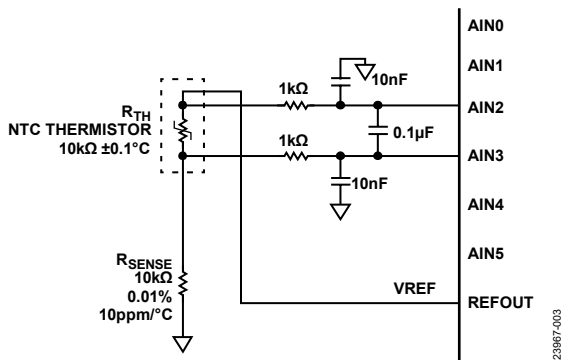

図 3. 10kΩ NTC サーミスタのアナログ入力構成
NTC サーミスタを AD7124-4/AD7124-8 に接続する場合の構成を図 3 に示します。NTC サーミスタの 2 本のリードを、それぞれ AIN2 ピンと AIN3 ピンに接続します。一定した励起電圧をサーミスタに加えるために、REFOUT も AIN2 と NTC サーミスタに接続します。RSENSE は NTC サーミスタと直列に接続してグラウンド基準とし、分圧回路を構成します。次に、この測定電圧（つまりサーミスタに生じる電圧）を使って、RSENSE に流れる電流を計算します。この電流は RTH を流れる電流と同じです。したがって、RTH の値も決定できます。
図 3 に示すサーミスタ回路について、異なるデジタル・フィルタ構成と消費電力モード構成の AD7124-4/AD7124-8 を使用して、データを収集しました。具体的には、デジタル・フィルタリングとアナログ・フィルタリングのセクションで述べたように、通常消費電力モードで sinc4 フィルタを使用し、低消費電力モードでポスト・フィルタを使用しています。
- デモ・モードに示す要領で、サーミスタと精密リファレンス抵抗を接続します (図 3 を参照)。